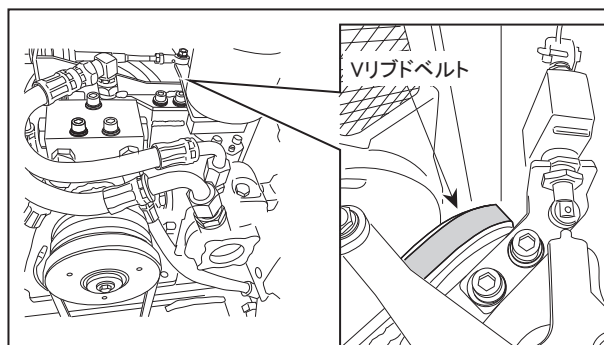

図 12
- 寒冷地仕様の場合、エンジンと油圧ポンプを繋いでいるVリブドベルトのゆるみを点検します。油圧ポンプが正常に機能せず動作に影響が出る恐れや、ベルトが破損しやすくなる恐れがあります。(図12)